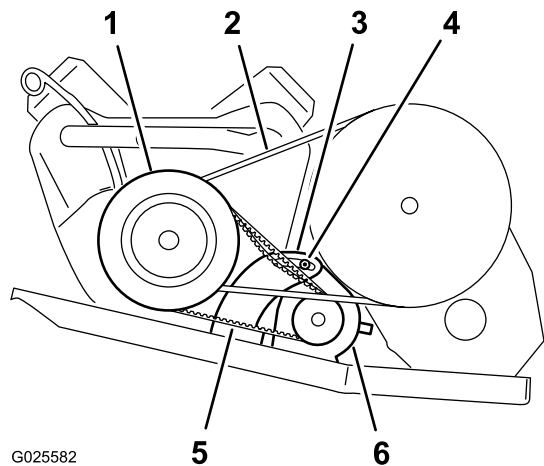

Bild 73
- Lösen Sie die Drehmutter für den Startergenerator (Bild 73).
- Drücken Sie das Stemmeisen nach unten, um den Starter nach unten im Schlitz zu drehen, bis die Riemen Spannung nur eine Riemen durchbiegung von 6 mm erlaubt, wenn Sie eine Kraft von 44 N aufbringen (Bild 73).
- Ziehen Sie die Drehmutter mit der Hand an und entfernen Sie das Stemmeisen (Bild 73).